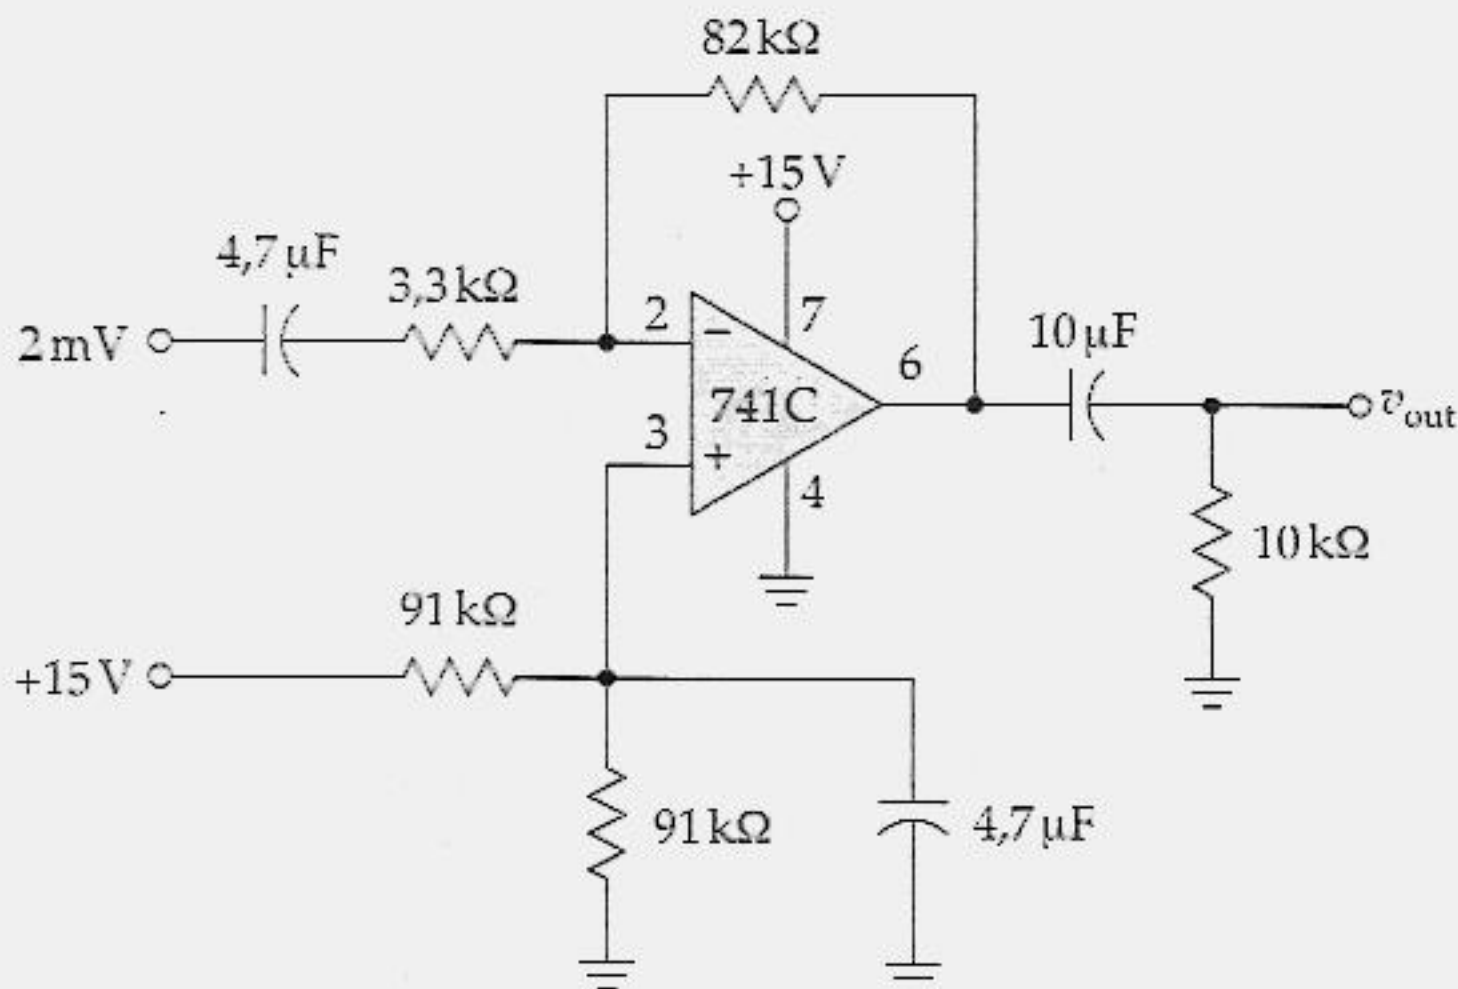

Figura 20.41
- 20.10 Qual a tensão de saída na banda média do circuito da Figura 20.41? Encontre a frequência crítica do capacitor de acoplamento de entrada, do capacitor de acoplamento de saída e do capacitor de desvio na entrada não-inversora.
- 20.12 Considere que os valores de todas as resistências da Figura 20.41 sejam dobrados. Encontre as frequências críticas do capacitor de acoplamento de entrada, do capacitor de acoplamento de saída e do capacitor de desvio na entrada não-inversora.